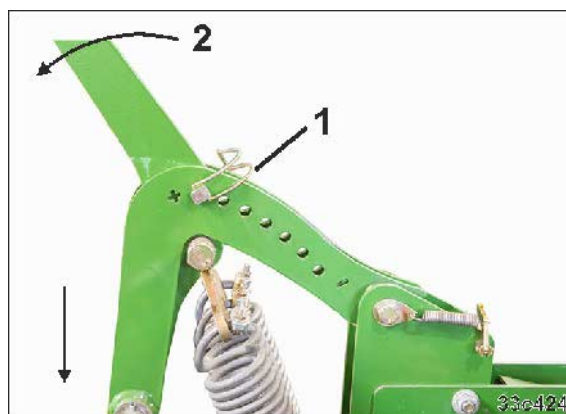

Рис. 179
- 3.1 Снимите шплинт с кольцом (Рис. 179/1)
- 3.2 При переводе регулировочного рычага (Рис. 179/2) назад